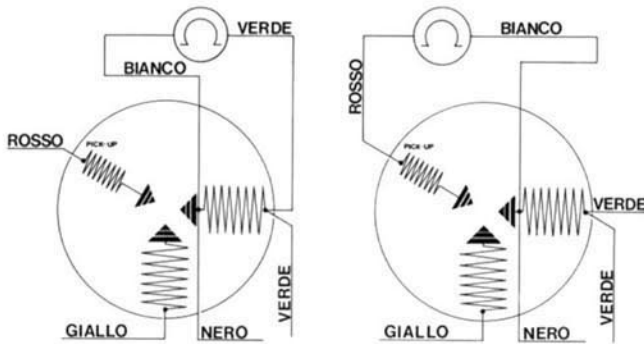
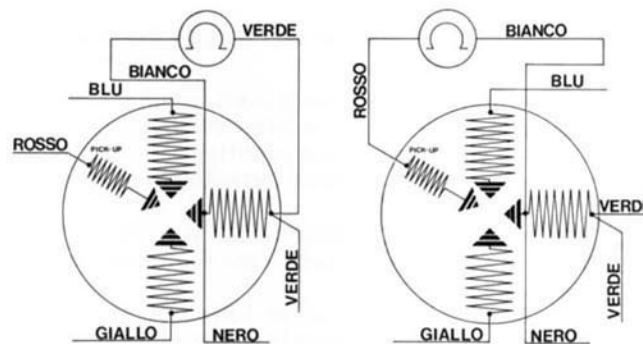

Fig. 13
Fig. 16
Connect the tester between the green cable and the white one (fig. 13 vehicles without turn signal lamps and fig. 16 vehicles with turn signal lamps): it should be measured continuity and an ohmic value (430 ± 30 Ohms). Connect the tester between the red cable and the white one (fig. 14 vehicles without turn signal lamps and fig. 17 vehicles with turn signal lamps): it should be measured continuity and an ohmic value (56 ± 5 Ohms).
N.B. - The checks illustrated in fig. 16 and 17 are valid also for 4 pole flywheels (4 coil stator) specific for vehicles with turn signal lamps and stop light.
Conectar el óhmetro entre el cable verde y el cable blanco (fig. 13 vehículos sin intermitentes y fig. 16 vehículos con intermitentes): debe revelar continuidad y valor de 430 ± 30 ohmios. Conectar el óhmetro entre el cable rojo y el cable blanco (fig. 14 vehículos sin intermitentes y fig. 17 vehículos con intermitentes): debe revelar continuidad y valor de 56 ± 5 ohmios.
N.B. - Las verificaciones descritas e ilustradas en las figs. 16 y 17 valen también para el volante de 4 polos (estator de 4 bobinas) específico para los vehículos provistos de intermitentes y luz stop.